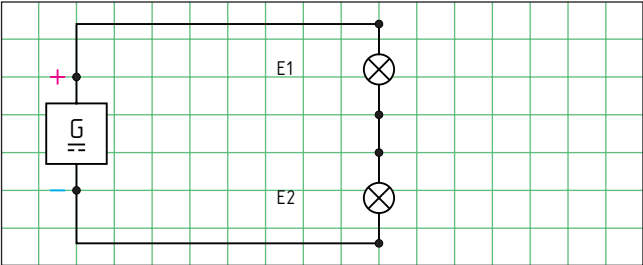

Bild 1: Gleichspannungsmessung
Höheres Potenzial:	Der Plusanschluss des Spannungsmessers wird an den Anschlusspunkt gelegt, der das höhere Potenzial hat (im Bild 1 an +).
Niedrigeres Potenzial:	Der Minusanschluss des Spannungsmessers wird an den Anschlusspunkt gelegt, der das niedrigere Potenzial hat (im Bild 1 an -).
5. An der Spannungsquelle und an den Lampen E1 und E2 sollen jeweils die Spannungen gemessen werden (**Bild 1**).
Vervollständigen Sie die Schaltung in **Bild 1** mit drei Spannungsmessern, Spannungspfeilen und den zugehörigen Spannungsbezeichnungen U , U_1 und U_2 . Kennzeichnen Sie die Spannungsmesser mit Plus- und Minuspotenzial.